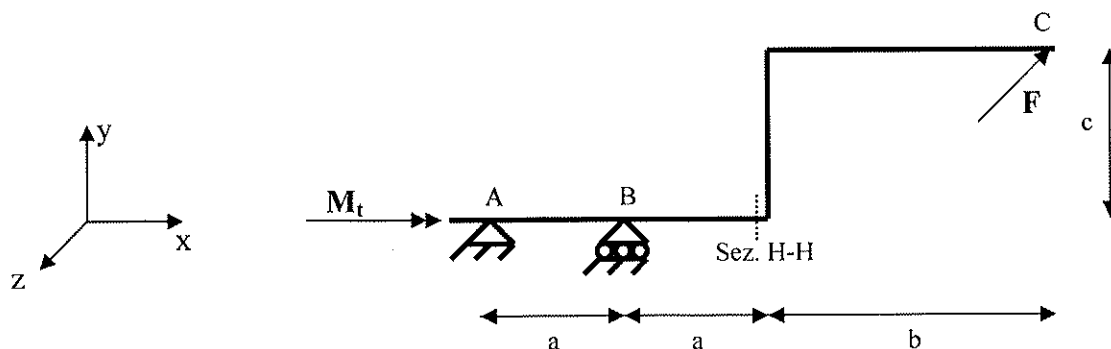

Fig. 1. Schema della struttura
Nello schema di Fig. 1 è rappresentata una struttura tridimensionale composta da una singola asta.
- 3) nella sezione H-H di Fig.1, effettuare la verifica di resistenza statica, considerando $M_t = M_0$;
- 4) nella sezione H-H di Fig.1, effettuare la verifica di resistenza a fatica, considerando $M_t = M_0 \cdot \sin(\omega t)$ (ipotizzare in maniera ragionevole i valori dei coefficienti necessari).